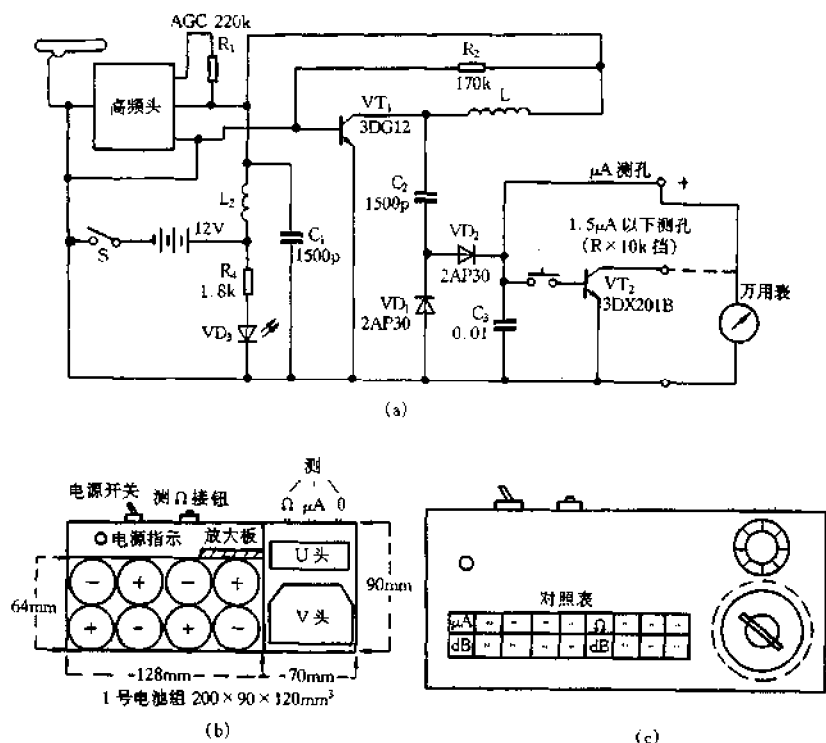

图 6-28 万用表附加测量场强装置
本节介绍一种自制用万用表测量场强的附加装置。此装置除了可用于野外查找信号源外,还可用来选择天线位置,调整天线方位,比较天线增益等。电路原理如图 6-28(a)所示。信号放大采用机械式高频调谐器,在高频调谐器后面跟随一级放大,用高频整流二极管采用倍压检波方式,检出直流电,用 500 型万用表  $1mA(50\mu A)$  挡进行测量,当输入信号强时,电流大,
(1) 将高频调谐器中高放管发射极上的电阻(跨接在发射极与 12V 之间,一般为  $1.8\text{k}\Omega$ )去掉不用。
(3) 放大管可用 3DG12 或 9013 型管,其静态集电极电流约为  $18\text{mA}$  左右。
(9) 用四对 1 号电池作电源 (12V)。
(10) 在  $C_3$  两端安装测量孔,  $VD_2$  和  $C_3$  的交点处为“+”表笔插孔。
(11) 将电池组、高频调谐器和放大板安装在一只  $200\text{mm} \times 90\text{mm} \times 12\text{mm}$  的盒内 (木制的或金属的均可), 参见图 6-28(b)、(c) 所示, 其中, (b) 为剖面, (c) 为面板形状。
(12) 由于高频调谐器的增益不尽一致, 因此  $\mu\text{A} - \text{dB}$  对照表也不可能完全一致, 有条件者, 在装好以后可进行测试得出对照表, 并用油漆写在面板上, 便于使用时对照。
(4) 上述条件均不具备者, 也可参照表 6-7 所列值对照使用。
(5) 测试  $1.5\mu\text{A}$  以下信号另设一测量孔, 见图 6-28(a) 所示。VT2 用放大倍数较高的 3DX 类低频小功率管, 基极上加开关。用万用表 R  $\times$  10k 挡测集电极对地电阻 (正表笔接地), 阻值越小 dB 数越高, 阻值越大 dB 数越低, 因此, 可以方便地测量 30dB 以下的弱信号。